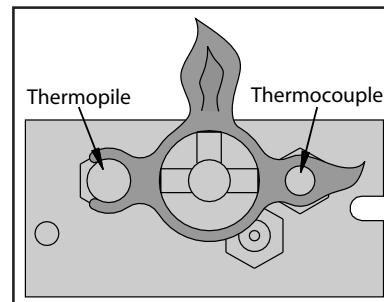

Figure 4. Veilleuse
1. Fermez la source de gaz au foyer. Si ça n'a pas été fait dernièrement, enlevez la vitre et laissez aérer l'appareil pendant au moins cinq (5) minutes afin de laisser dissiper tout le gaz restant. Ouvrez la source de gaz au foyer. Testez toutes les jointures pour des fuites en utilisant de l'eau savonneuse. **NE JAMAIS TESTER AVEC UNE FLAMME NUE.**
2. Allumez la veilleuse en appuyant sur le bouton de contrôle de gaz et en le tournant à « PILOT ». Toujours en appuyant sur le bouton de contrôle de gaz, appuyez plusieurs fois sur l'amorceur-piézo jusqu'à ce que la veilleuse s'allume. Maintenez une pression sur le bouton pendant 30 secondes. Vérifiez que la flamme entoure complètement l'assemblage thermocouple (voir la Figure 4).